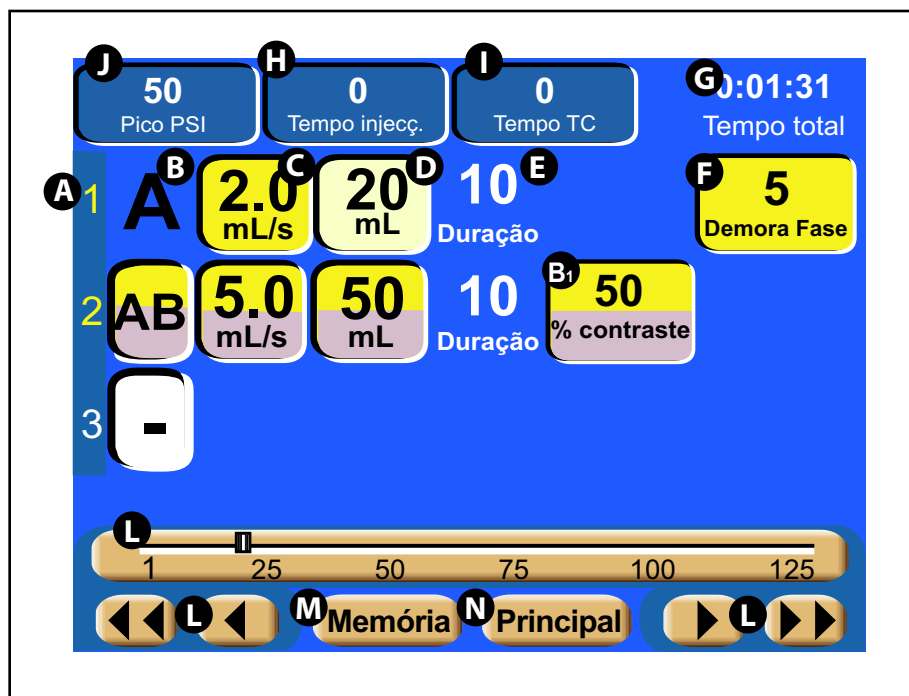

Figura 3-2-12 Tela Entrada de parâmetros de protocolo da cabeça motorizada com barra deslizante ativa
**OptiBolus (opcional)** **O** - Este botão só está ativo se existir um botão de porta na porta do OptiBolus, localizada na parte posterior da unidade de alimentação. Premir este botão permite ao operador programar uma injeção de OptiBolus. O modo OptiBolus administra uma injeção com velocidade de fluxo exponencialmente reduzida que otimiza a utilização do contraste e proporciona um período prolongado de qualidade uniforme da área de interesse. Quando o botão [OptiBolus] **O** é premido, é exibido o tela mostrado na Figura 3-2-12. Observe a adição de "O" (OptiBolus) **O** à esquerda da primeira fase. A Velocidade de Fluxo efectivo é uma função do modo OptiBolus que é automaticamente calculada dividindo o Volume da fase OptiBolus pela Duração da fase OptiBolus. A Velocidade de Fluxo efectivo é apresentada no tela Principal, Iniciar, Injeção e Resultados da console.